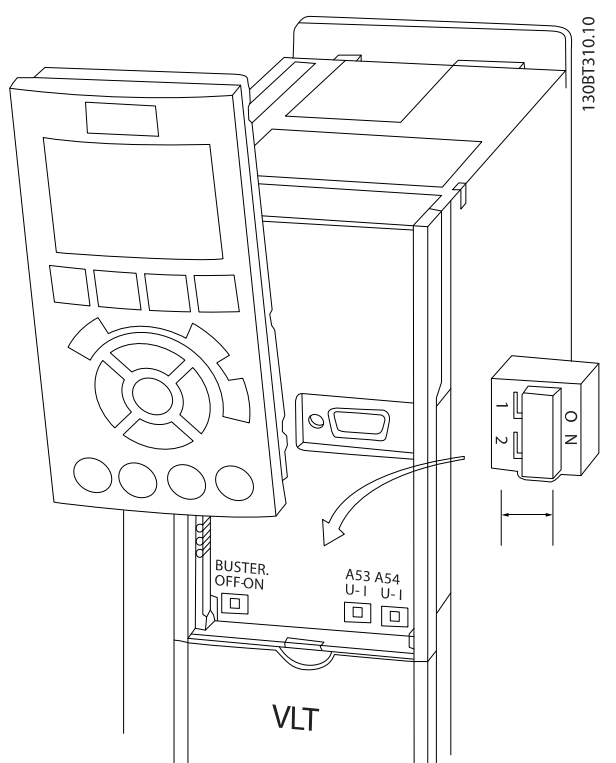

Ilustración 2.19 Ubicación de los conmutadores de los terminales 53 y 54
La *Ilustración 2.19* muestra los conectores extraíbles del convertidor de frecuencia. Las funciones de los terminales y los ajustes predeterminados están resumidos en la *Tabla 2.3*.
- Puede accederse a los conmutadores cuando se ha retirado el LCP (véase la *Ilustración 2.19*). Tenga en cuenta que algunas tarjetas de opción disponibles con la unidad podrían cubrir estos conmutadores y, por tanto, es necesario quitarlas para cambiar la configuración de los conmutadores. Desconecte siempre la alimentación de la unidad antes de quitar las tarjetas de opción.